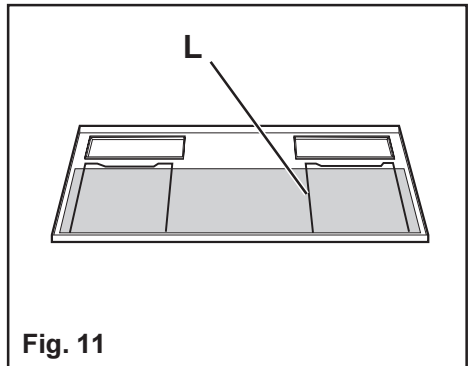

Fig. 11
- Die Halter L des Fettfilters lösen und ihn dann herausziehen (Abb. 11) oder, wenn es sich um Spezial-Metallfilter handeln sollte, diese durch Druck auf die Plastikfedern S aushaken. (Abb. 4)